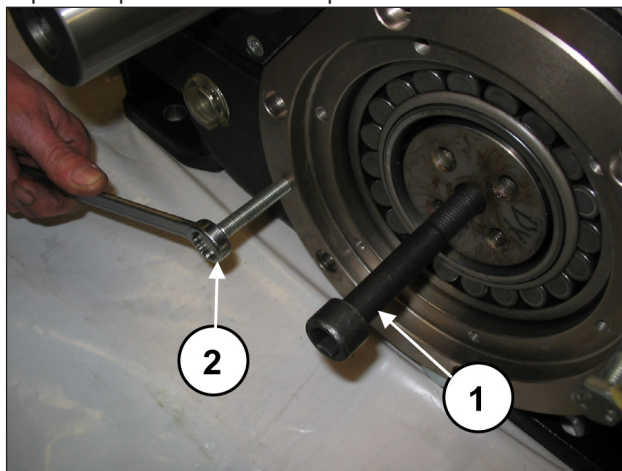
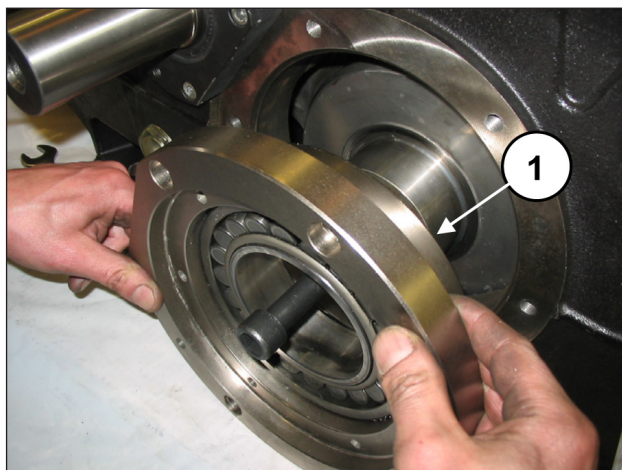

Fig. 23
Fig. 24
Aplicar un perno roscado M16 en un extremo del eje acodado (pos. ①, Fig. 23) y, manteniéndolo levantado, extraer la tapa portacojinetes junto con la junta tórica (pos. ①, Fig. 24). Para facilitar el desmontaje, utilizar 2 tornillos prisioneros o tornillos M10 (pos. ②, Fig. 23) como extractores. Repetir la operación en el lado opuesto.